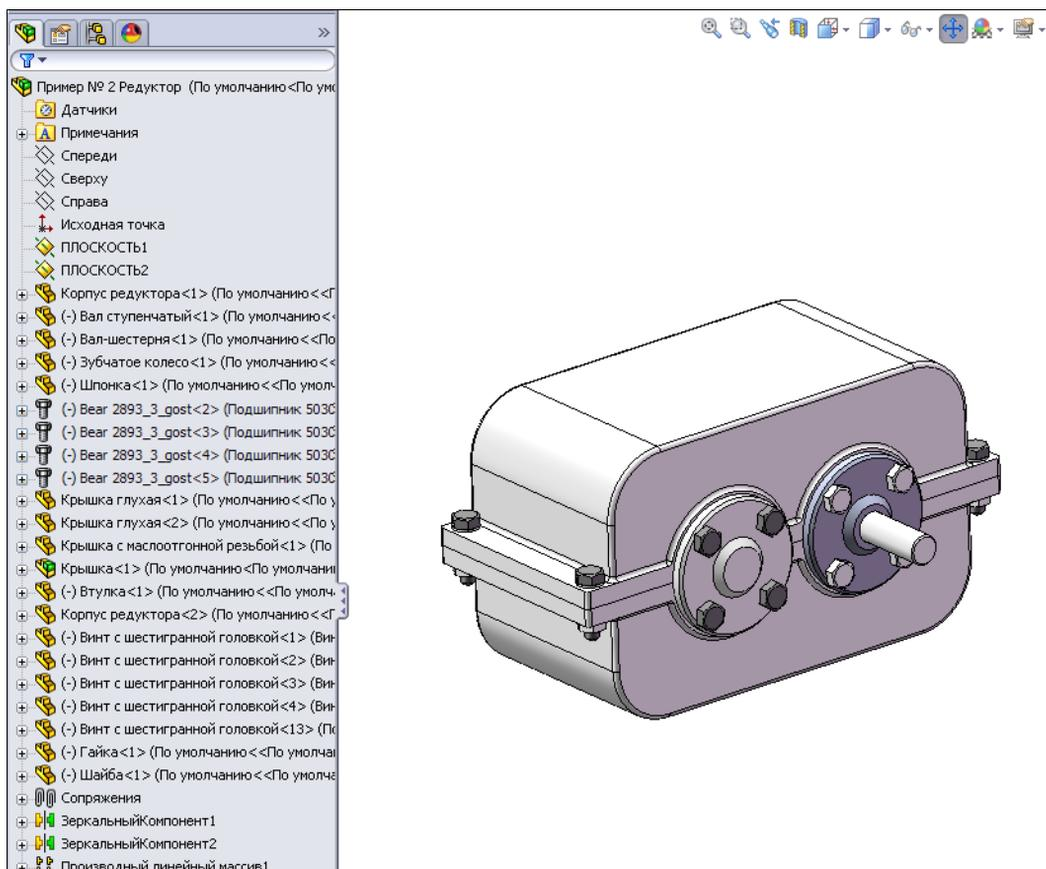

Рис. 6.63
41. Закончим построение, нажав кнопку **ОК** . В результате винты, шайбы и гайки займут все отверстия в корпусе редуктора (рис. 6.63), а в Дереве Конструирования появится строка **Производный линейный массив1**, и сборка приобретет законченный вид (рис. 6.63).